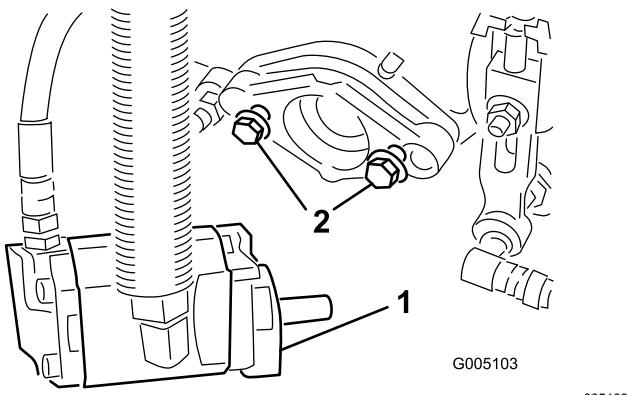

Рисунок 10
- 6. Убедитесь, что резьба каждого болта крепления приводного двигателя барабана выступает примерно на 13 мм (Рисунок 10).
- 9. Затяните крепежные болты (Рисунок 10).